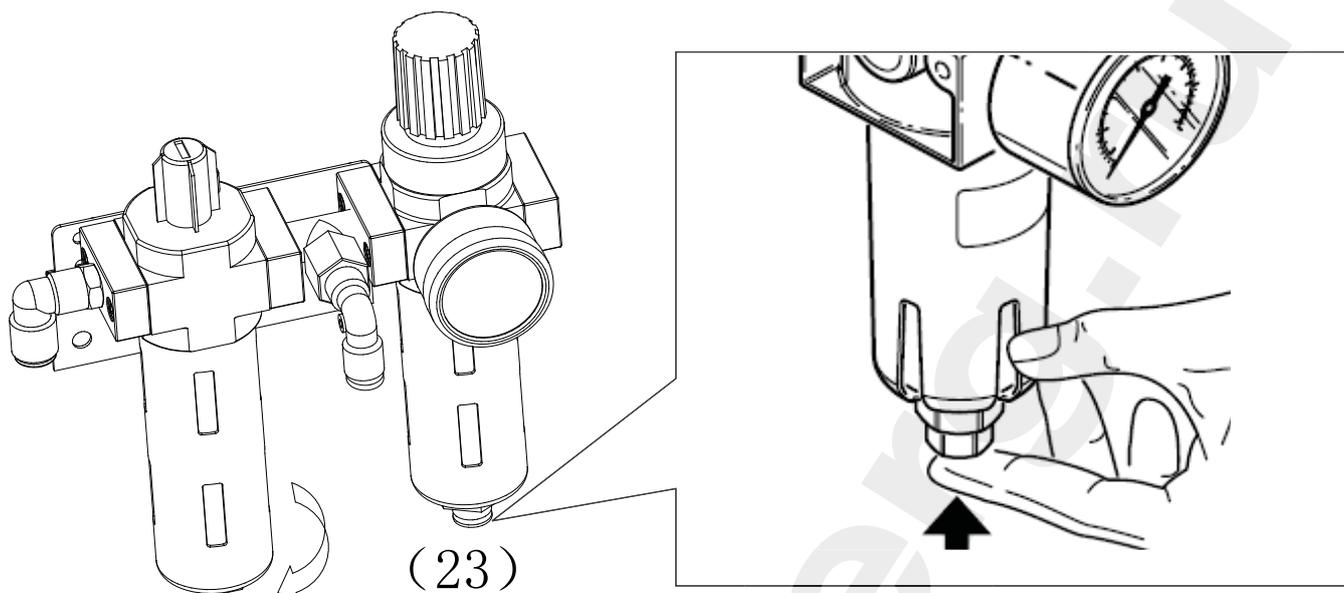

Рис. 13-3
- Регулярно проверяйте уровень смазочного масла в тройном масляном стакане. Если уровень масла ниже линии маркировки, пожалуйста, своевременно заливайте смазочное масло SAE30 или аналогичное (см. рис. 13-3). Регулярно сливайте воду и примеси из воздушного ресивера.